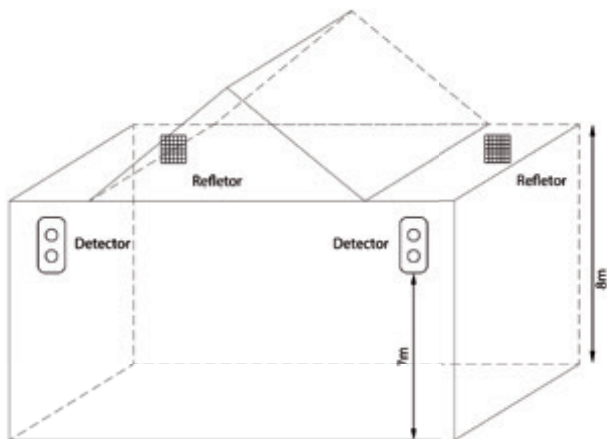

Fig. 6
c) Quando os espaços possuírem uma altura maior que 8m o conjunto deve ser instalado a 7m de altura do chão, como mostrado na Fig. 6. A distância do conjunto detector/refletor para o teto nunca deve ser menor que 0,5m. no conector/borne +BAT- respeitando as indicações de polaridade, fio vermelho na conexão positiva (+) e fio preto na conexão negativa (-).